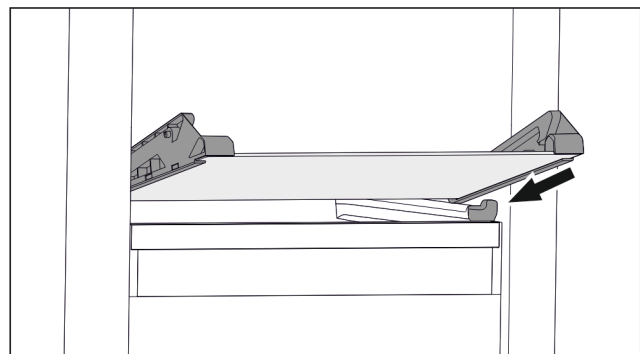

Fig. 132 Glasplatte des abklippbaren Schubfachs
- ▶ Glasplatte schräg hinter den Stopperrn aufsetzen. (zie Fig. 132)